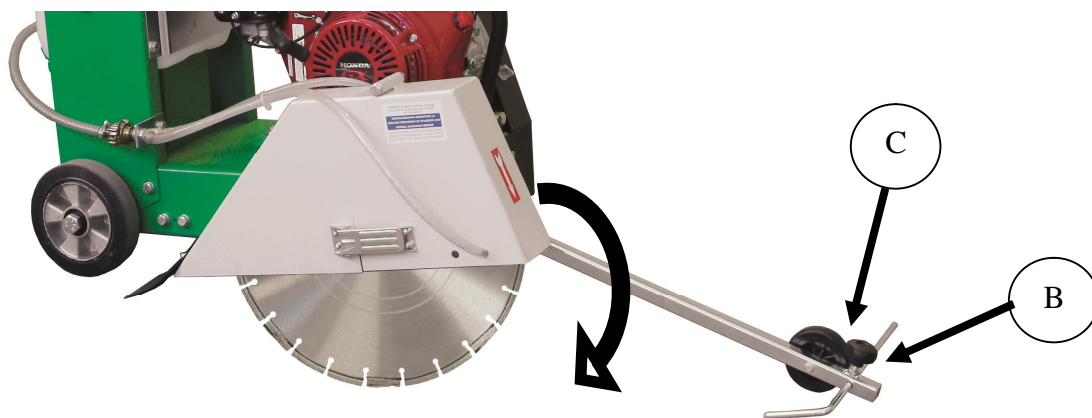

Figura 5-2
- Abbassare la testa di indice e introdurre il tondino **B** nell'apposito foro, regolarlo a misura e stringere il volantino **C** di bloccaggio (vedi Figura 5-2 alla pagina seguente).